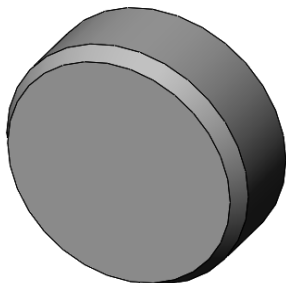

图 4-32 实体模型
- [1] 打开初始文件“Z4L3.prt”，实体模型如图 4-32 所示。